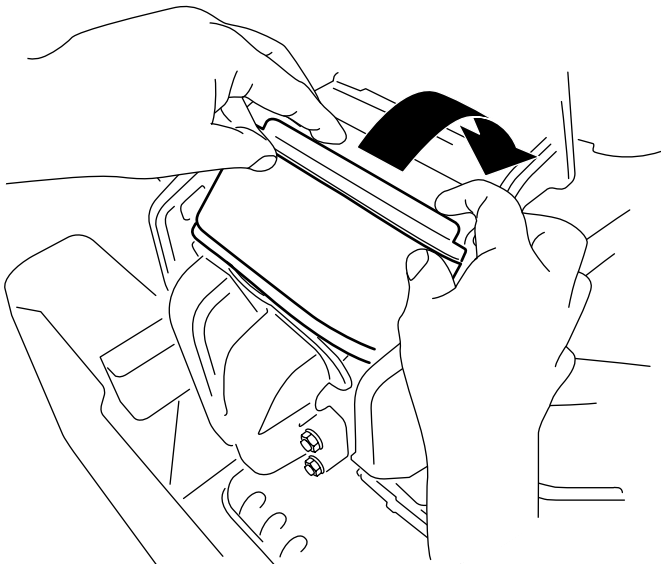

Figure 70
3. Tournez le filtre pour l'insérer dans la chambre et enfoncez-le complètement contre le collecteur (Figure 70).